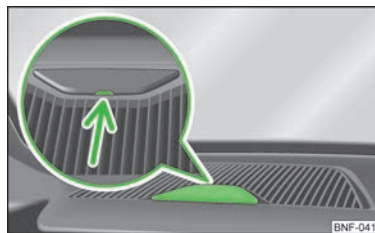

Fig. 76
- Introduceți o șurubelniță dreaptă în degajarea marcată cu săgeată » fig. 76 și rabatați cu atenție, înspre în sus, masca de acoperire.
- Închideți orificiul din bord pentru suport, cu ajutorul capacului » fig. 76.